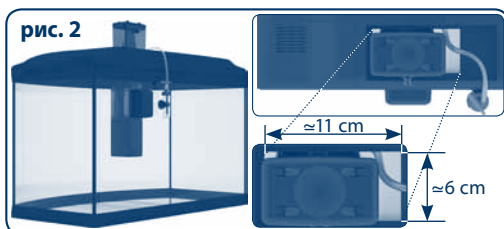
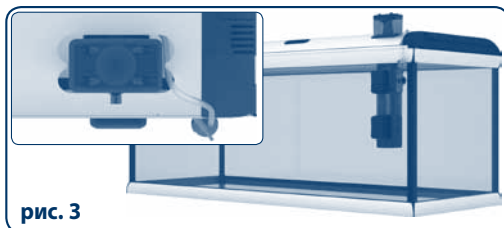

рис. 2
рис. 3
- 1 Расположите прибор внутри резервуара так, чтобы водозаборные решетки и водоотвод не находились вблизи предметов, которые каким-либо образом способны ограничить потоки воды; магнит, который находится снаружи резервуара, надежно крепит устройство. (Аквариум CAYMAN - **рис. 2**, STAR - **рис. 3**).
- в аквариумах CAYMAN (кроме 40 и 50 моделей) пеноотделитель можно разместить в специальном отсеке. Для этого нужно снять крышку отсека и проделать в пластике соответствующее отверстие, как указано на рисунке (**рис. 2**);